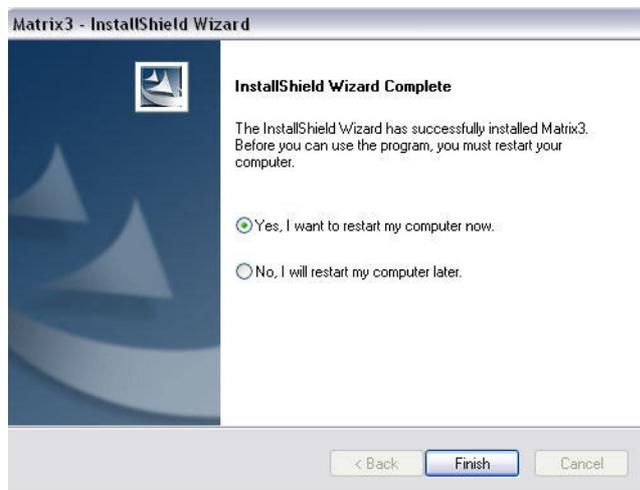

FIG. 10
12. Quando l'installazione è completa, è visualizzata la schermata illustrata nella FIG. 10. Prima che Matrix funzioni sul PC, sarà necessario riavviare il computer. Selezionare Yes, I want to restart my computer (Sì, voglio riavviare il mio computer) e fare clic sul pulsante **Finish** (Fine) per riavviare.
- Quando l'installazione è completa, è visualizzata la schermata illustrata nella FIG. 10. Prima che Matrix funzioni sul PC, sarà necessario riavviare il computer. Selezionare Yes, I want to restart my computer (Sì, voglio riavviare il mio computer) e fare clic sul pulsante **Finish** (Fine) per riavviare.